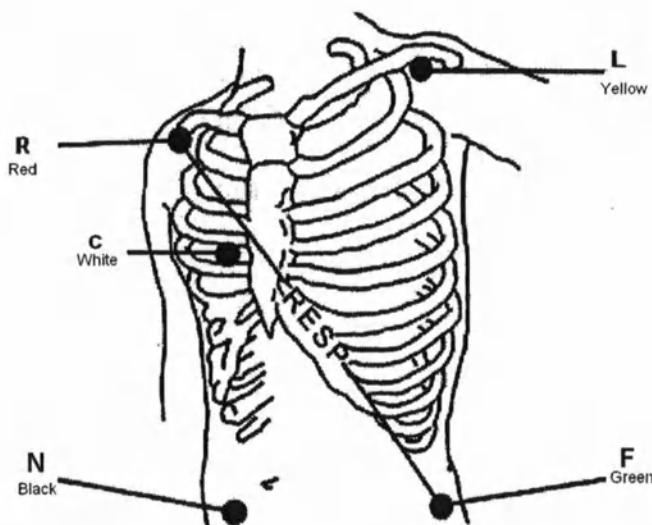

Рис. 35. Способ наложения электродов (пять отведений)
- Присоедините защелку или скобу на электроды, наложите электроды на пациента, как показано на рис. 35.
Для получения наиболее качественной кривой дыхания красный и зеленый электроды следует размещать в диагональном положении (как показано на рис. 35). Не допускайте прохождения линии между электродами дыхания через области печени и желудочков сердца, чтобы избежать кардинального наложения артефактов от пульсирующего кровотока. Это особенно важно при проведении измерения у новорожденных.